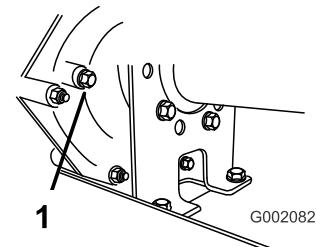

Figura 42
2. Retire el perno del orificio indicador del nivel (Figura 42).